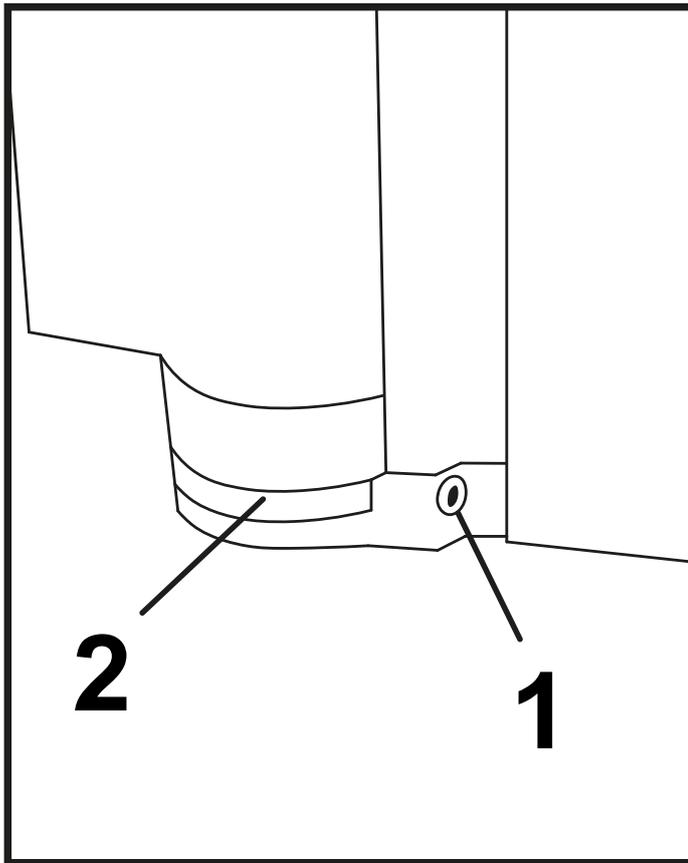

Abbildung 9
15. Um das Monoscharnier einzustellen, lösen Sie die beiden Unterlegscheiben-Befestigungsschrauben (1) mit dem mitgelieferten Sechskantschlüssel um einige Umdrehungen. (Abbildung 9)
16. Schieben Sie das Glas (2) an die gewünschte Position, an der Sie die Tür befestigen möchten.
17. Wenn sich das Glas (2) in der gewünschten Position befindet, ziehen Sie die Befestigungsschrauben der Unterlegscheibe (1) fest.